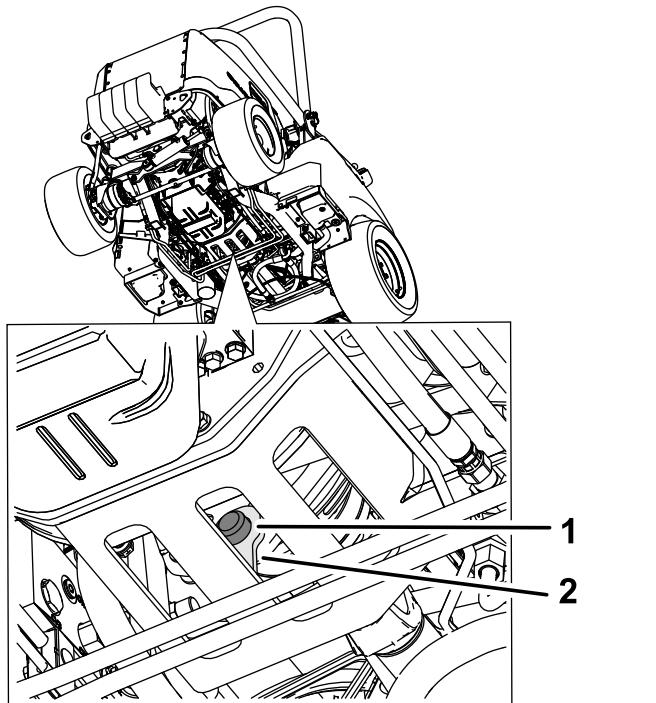

Figure 74
- 4. Déposez la butée en caoutchouc de la cale de retenue en métal et de l'embrayage (Figure 74).